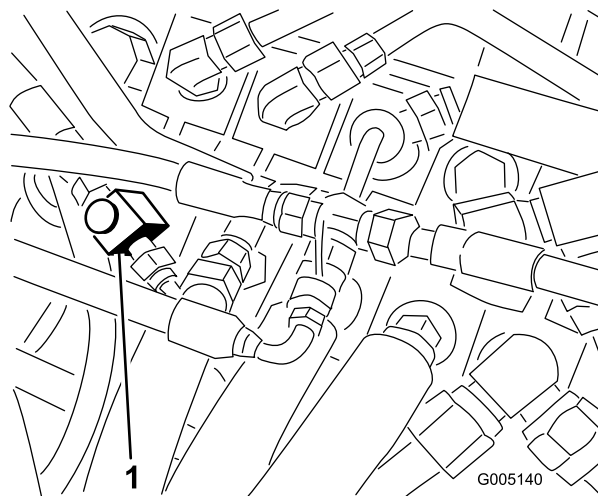

Figure 46
1. Soulevez le siège pour exposer le régulateur de débit monté sur le distributeur de commande principal (Figure 46).